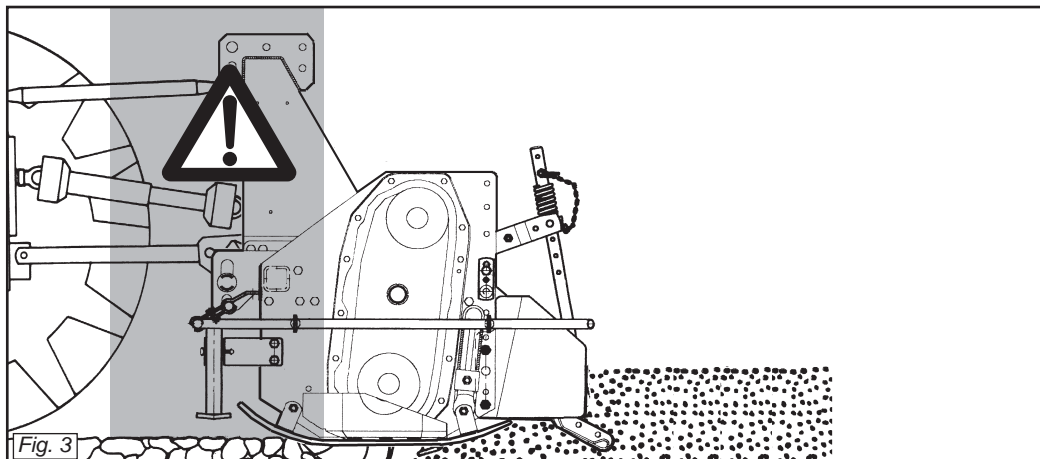

Fig. 3
- 25)** È assolutamente vietato interpersi tra il trattore e la macchina (Fig. 3) con motore acceso e cardano inserito nonché senza aver azionato il freno di stazionamento. Mantenersi ad una distanza di sicurezza dalla macchina in lavoro, per possibili lanci di corpi contundenti.
- 29)** È assolutamente vietato interpersi fra il trattore e l'attacco della macchina per manovrare il comando dall'esterno per il sollevamento (Fig. 3).
- 25)** *It is absolutely forbidden to stand between the tractor and the machine (Fig. 3) when the engine is running and the cardan shaft is engaged without having first engaged the hand brake. Keep a safe distance from the shredder at work to avoid being hit by possible flying stones, etc.*
- 29)** *It is absolutely forbidden to stand between the tractor and the implement when manoeuvring the lift control from the outside (Fig. 3).*
- 25)** *Il est absolument interdit de se mettre entre le tracteur et l'appareil (Fig. 3) quand le moteur est en marche et le cardan enclenché, sans avoir tiré le frein de stationnement. Se tenir à une distance de sécurité du machine en fonctionnement, à cause du lancement possible d'objets contondants.*
- 29)** *Il est absolument interdit de se mettre entre le tracteur et l'attelage pour manoeuvrer la commande de relevage de l'extérieur (Fig. 3).*
- 25)** *Es ist absolut verboten, bei laufendem Motor und eingeschalteter Gelenkwelle zwischen den Schlepper und das Gerät zu treten (Abb. 3). Dazu muß die Feststellbremse gezogen werden. Achten Sie bei der Arbeit mit der Maschine auf den nötigen Sicherheitsabstand aufgrund der Auswurfgefahr stumpfer Gegenstände.*
- 29)** *Es ist absolut verboten, zwischen den Schlepper und den Anschluß zu treten, um die Aushebung von außen zu betätigen (Abb. 3).*
- 25)** *Está terminantemente prohibido colocarse entre el tractor y el equipo (Fig. 3) con motor encendido y cardán inserido, o sin haber accionado el freno de estacionamiento. Manténgase a una distancia de seguridad de la máquina durante el trabajo, porque puede proyectar objetos.*
- 29)** *Está absolutamente prohibido colocarse entre el tractor y el enganche para maniobrar el mando desde el externo en la fase de elevación (Fig. 3).*